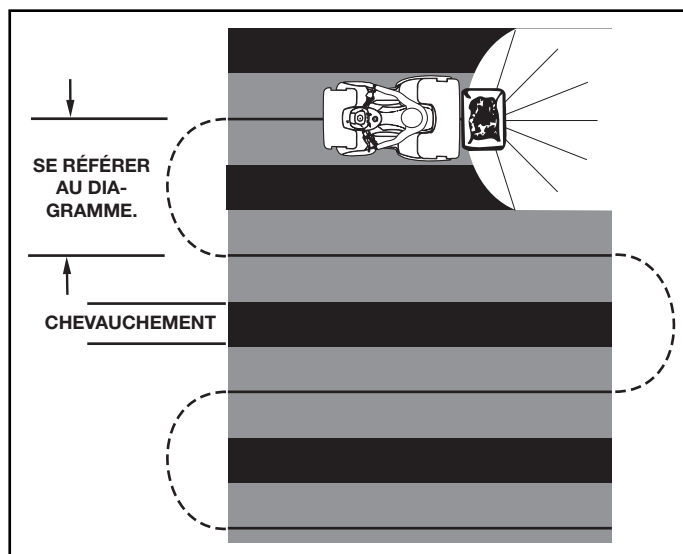

FIGURE 16
8. Pour assurer une couverture uniforme, effectuer chaque passage de telle sorte que le schéma de distribution recouvre légèrement le schéma du précédent passage comme le montre la figure 16. Les largeurs de distribution approximatives pour différents produits sont présentées dans le tableau d'application de cette page.